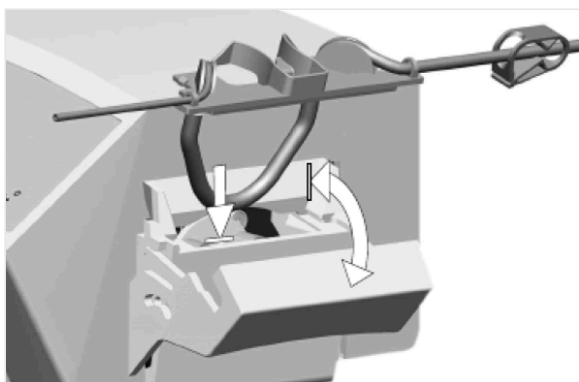

FIG. 8
- K. Installez la cassette en plastique dans la pompe péristaltique. Vérifiez que la cassette est correctement clipsée. Fermez le couvercle de la pompe, FIG. 8.